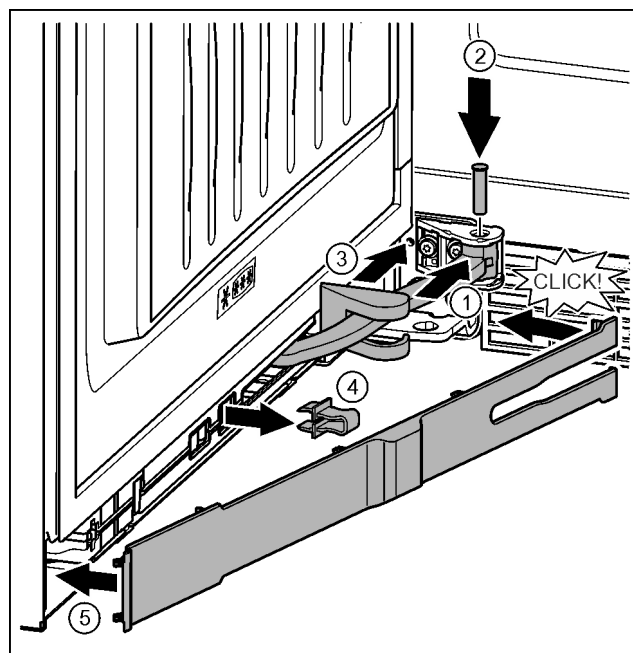

Fig. 45
- ▶ Ruotare lo snodo nel componente di blocco. Fig. 45 (1)
- ▶ Inserire il perno con un cacciavite T15 nel componente di blocco e nello snodo. Prestare attenzione che l'arresto sia correttamente in sede nella scanalatura. Fig. 45 (2)
- ▶ Spingere la copertura del blocco di supporto lungo lo snodo e montarla sopra il componente di blocco. Fig. 45 (3)
- ▶ Togliere la protezione. Fig. 45 (4)
- ▶ Applicare la mascherina lato maniglia e orientarla verso l'interno. Fig. 45 (5)